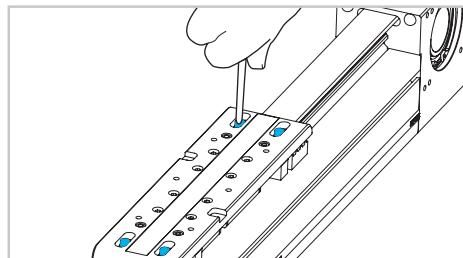
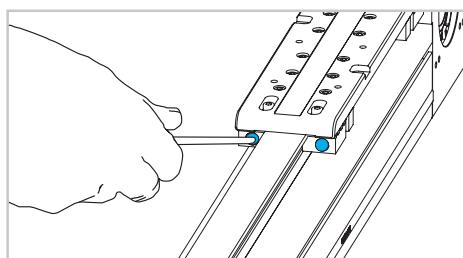
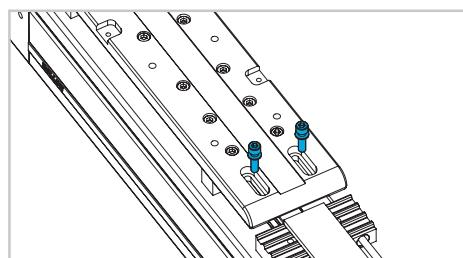
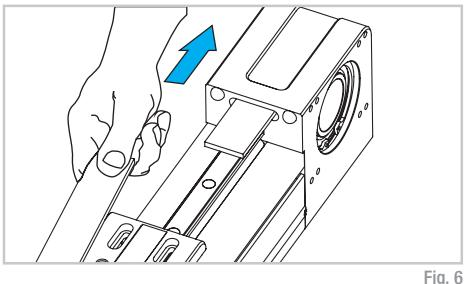

Fig. 4
Fig. 3
Fig. 5
Fig. 6
- 2) Rimuovere il serracinghia svitando sia le viti orizzontali che quelle verticali sul carro (Fig. 3 -Fig. 4 - Fig. 5)
- 3) Liberare la cinghia dalle sedi su entrambi i lati del carro (Fig. 5) e sfilarla tirando semplicemente (Fig. 6). Per rimontare la cinghia svolgere le stesse operazioni all'inverso.